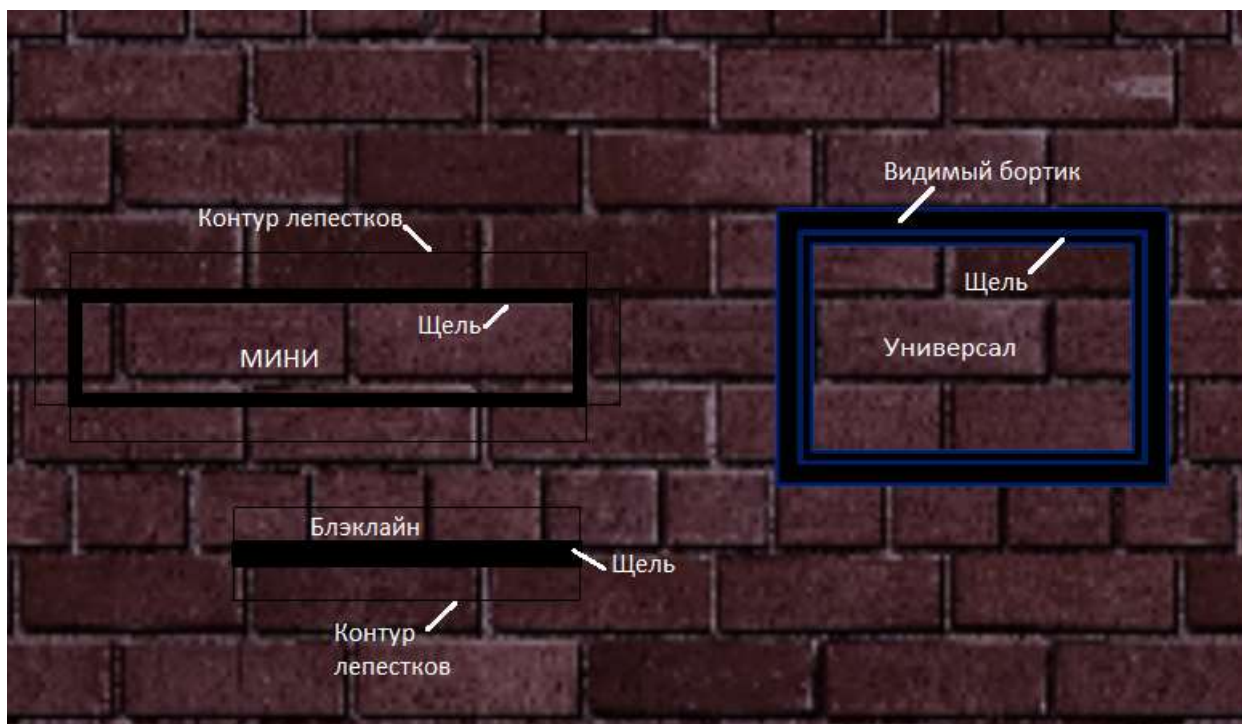
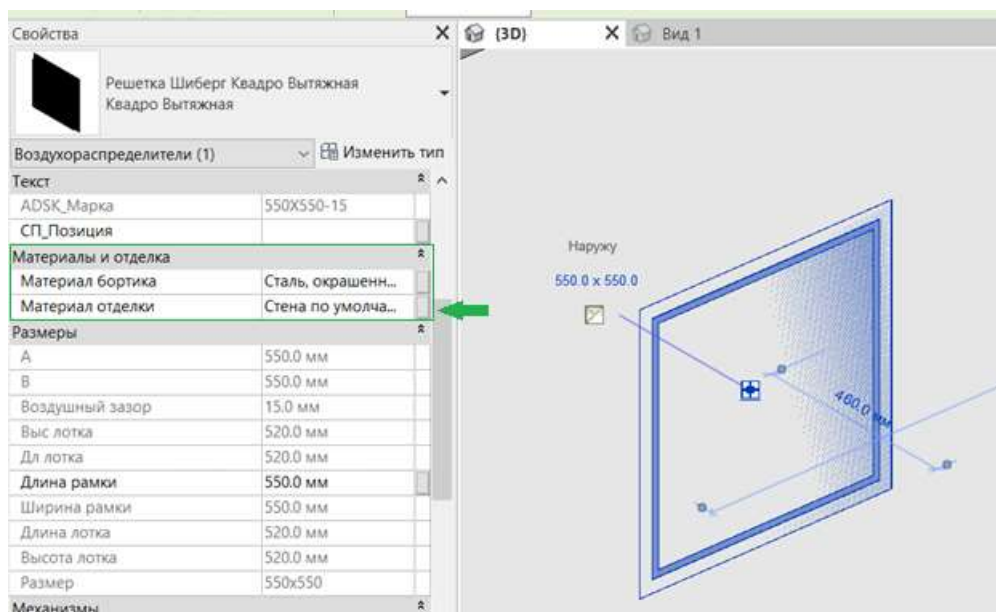

Рис. 1.1 – Примеры внешнего вида решеток в проекте.
Рис. 1.2 – Изменение материала верхней панели или бортика решетки.
3) Для того чтобы расположить установку в другой плоскости, например, повесить на стену, создайте разрез или перейдите на удобный фасад (Рис. 1-2). На этом виде воспользуйтесь инструментом «Повернуть», чтобы грань модели оказалась параллельна стене (Рис. 3-4).
Внешний вид семейств в Revit совпадает с фактическим внешним видом моделей. Видимыми являются только щели или щель с видимой рамкой (в зависимости от типа решетки). Revit тонкими линиями отмечает контур решетки, а поверхность металлических лепестков перекрывается материалом стены (Рис.1.1). Также для оформления можно назначить верхней панели и бортикам материал, совпадающий с отделкой. Для этого нажав на экземпляр, в свойствах найти категорию «Материалы и отделка», изменить параметр. (Рис. 1.2).
Для того чтобы решетка выглядела в проекте так, как задумывается (см. Рис.1.1 и каталог), необходимо правильно её разместить.